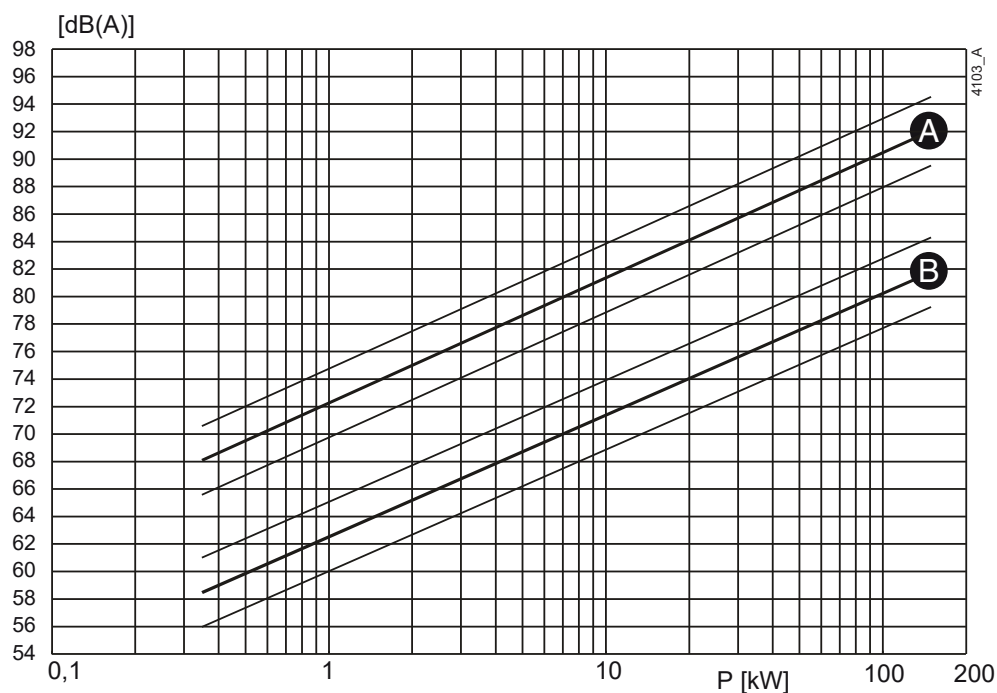
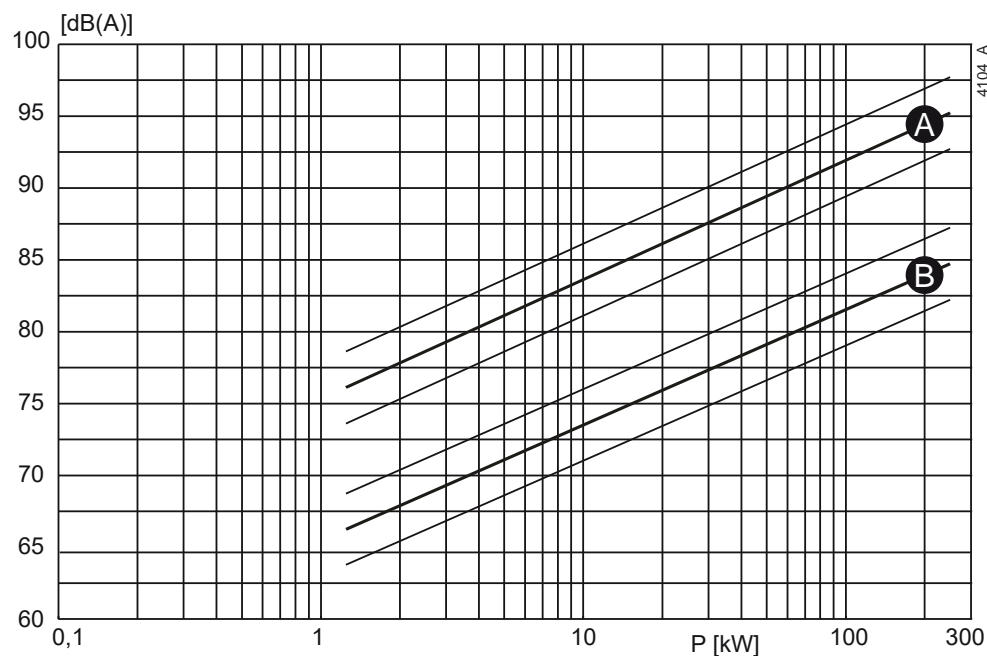

Figura 51: Livello di rumorosità in funzione della potenza [kW] a 1450 min^{-1} .
Figura 52: Livello di rumorosità in funzione della potenza [kW] a 2900 min^{-1} .
- 1 Determinare il livello di rumorosità (L_1) della pompa. Vedere Figura 51 o Figura 52.